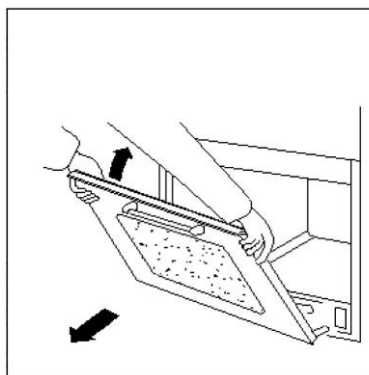

Figure 9
3. Veuillez saisir la porte sur ses deux côtés externes, puis la refermer lentement mais pas complètement (voir la figure 9)
4. Veuillez tirer la porte vers vous, la retirant de son siège (voir la figure 9)